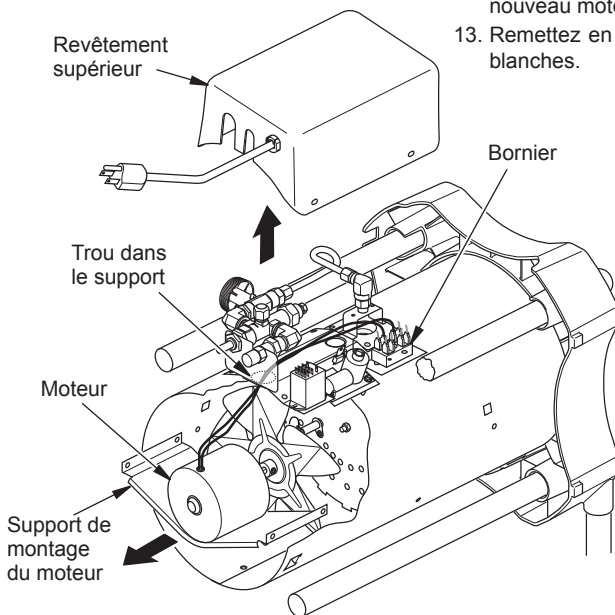

Figure 6 - Retrait du ventilateur et du moteur
3. Détachez les fils du moteur et du ventilateur du bloc de jonction sous le capot supérieur (voir figure 6).
- Fils du moteur d'itinéraire trou dans le haut de la coquille à (voir Figure 6, page 44).
- Rebranchez les fils du moteur et du ventilateur pour les mêmes messages sur bornier comme retirée à l'étape 3, page 44 (voir figure 6, page 44).
19. Acheminez les fils du moteur à travers l'orifice sur le dessus de l'habillage (voir figure 6, page 44).
20. Rebranchez les fils du moteur aux mêmes bornes sur le bornier que lors du démontage à l'étape 3 (voir figure 6, page 44).